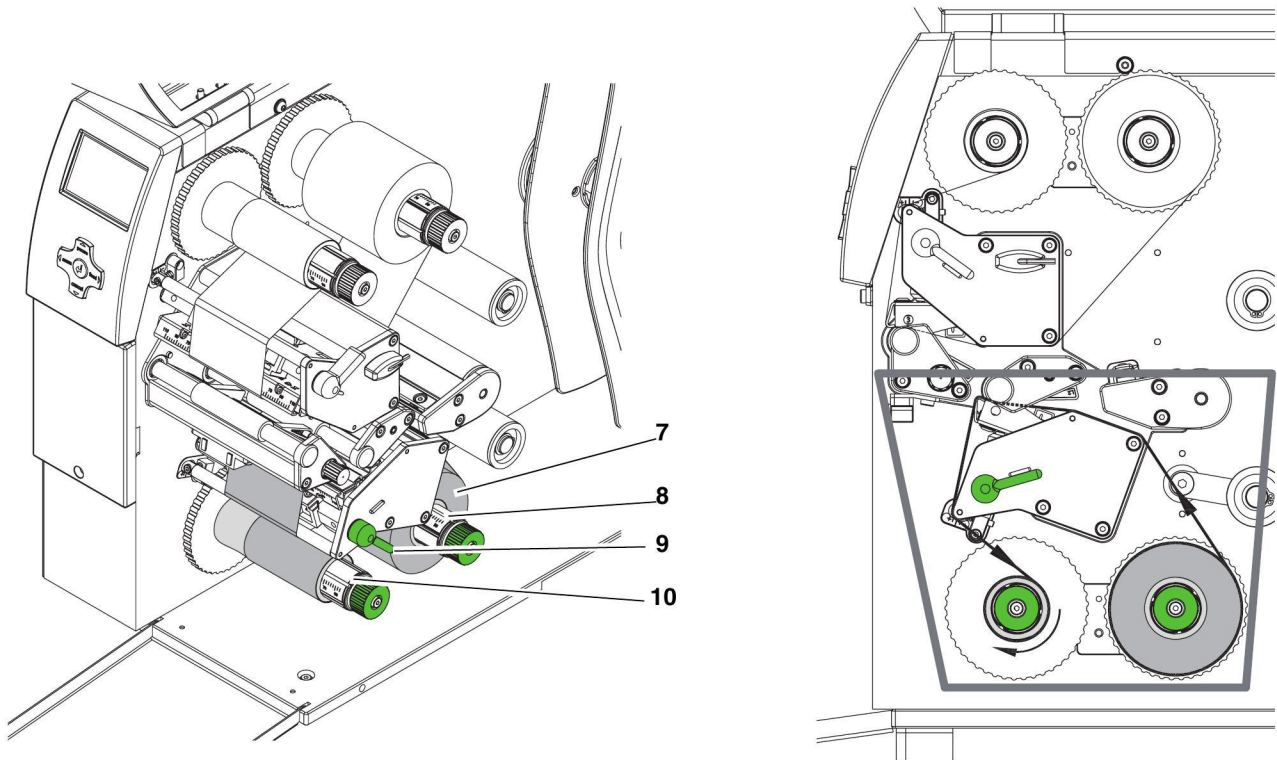

Bild 2-5 Farbbandlauf unten
- Farbband wie in Bild 2-5 durch die Druckeinheit führen.
- Farbbandanfang mit einem Klebestreifen am Farbbandkern des Aufwicklers (10) fixieren. Hierbei die Laufrichtung des Aufwicklers im dem Uhrzeigersinn beachten.
- Aufwickler (10) im Uhrzeigersinn drehen, um den Farbbandlauf zu glätten.